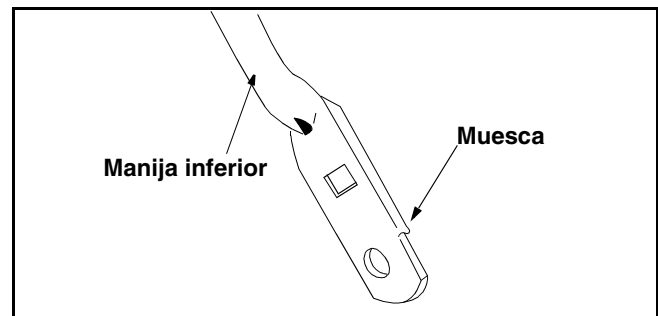

Figura 12
- Gire la manija inferior para que la muesca en la parte inferior quede hacia arriba. Ver Figura 12.